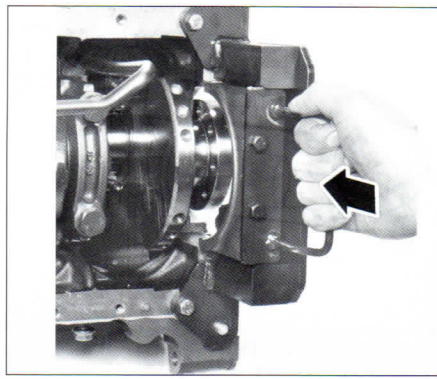

FIG. 62
- Montar la empuñadura sobre el apoyo nº 1 (fig. 62).
- Deslizar el apoyo en el útil (1) con la empuñadura, manteniendo las 2 juntas.